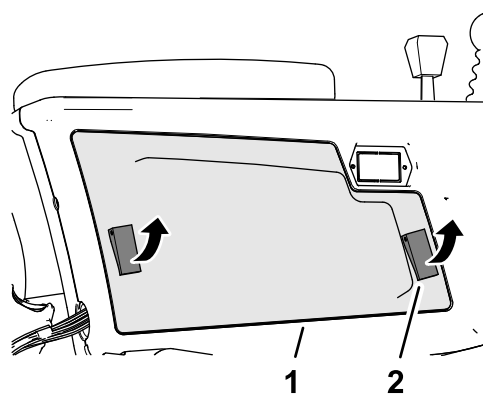

Рисунок 86
2. Откройте 2 защелки, которые крепят крышку рычага управления к рычагу управления, и снимите крышку (Рисунок 86).